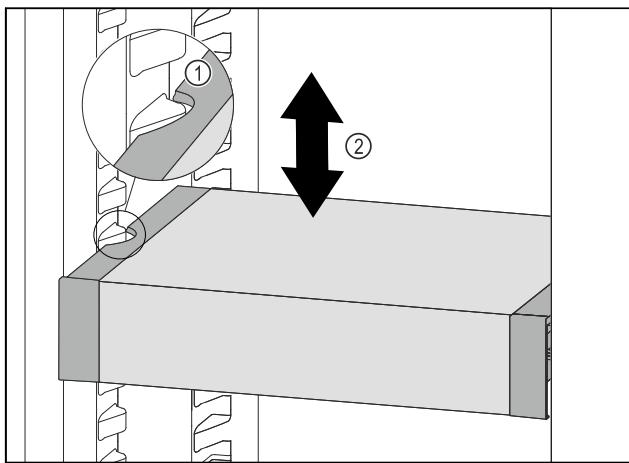

Fig. 56
- Изтеглете VarioSafe напред, докато страничните прорези на VarioSafe се намират на височината на реброто на съда в хладилната част. Fig. 56 (1)
- Преместете VarioSafe нагоре или надолу в хладилната част, докато се достигне желаната височина. Fig. 56 (2)